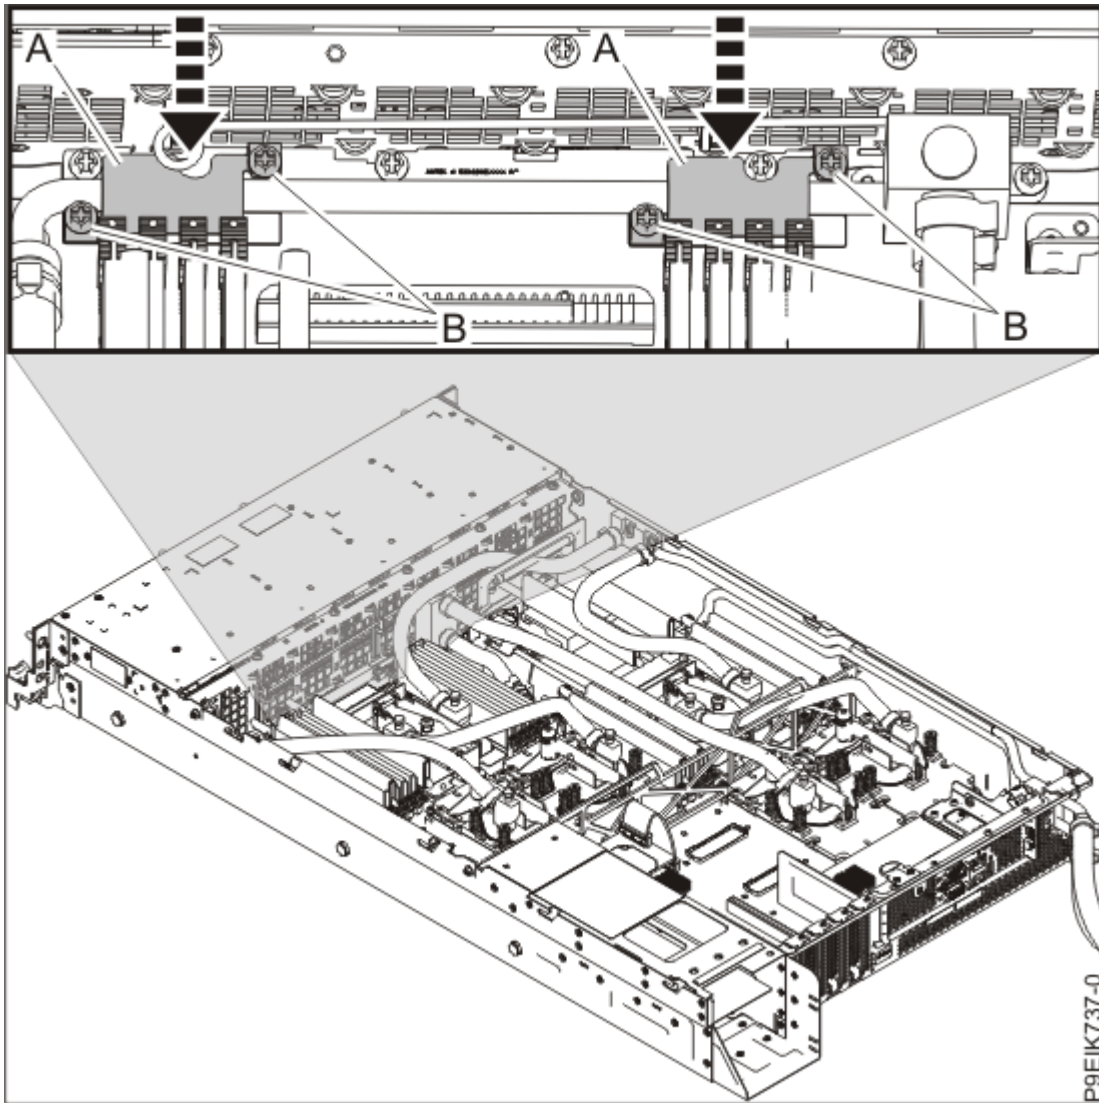

Figure 57. Remplacement des pinces de conduite avant
10. Remplacez les deux pinces de conduite **(A)** situées près de l'avant du système, comme illustré dans la Figure 57, à la page 59. Placez les conduites dans les supports sur le fond de panier système, placez les pinces sur les supports et les conduites, alignez les pas de vis **(B)** et serrez les quatre vis.